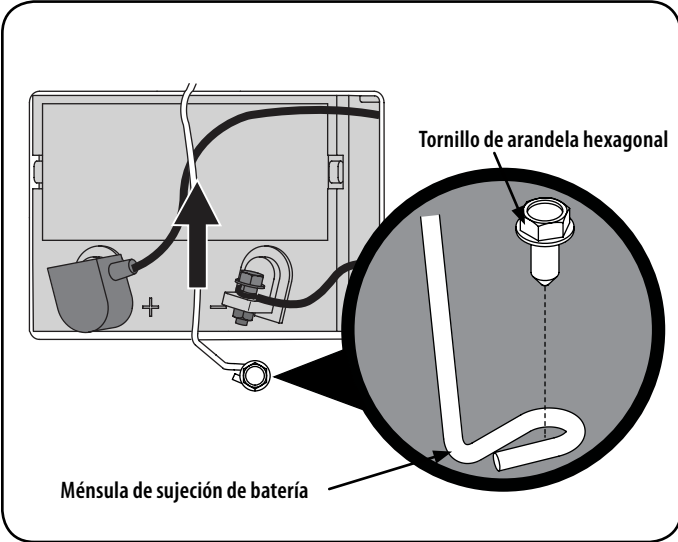

Figura 28
- 1. Extraiga el tornillo de la arandela hexagonal que sujeta el soporte de sujeción de la batería al marco. TLuego levante el soporte de sujeción de la batería para liberar la batería. Vea la Figura 28.